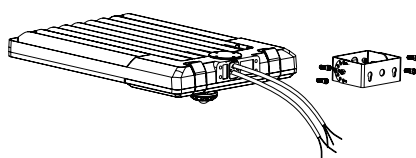

Figure 5
Étape 1 : Retirez les vis de montage du support sur le luminaire et faites passer les fils à travers le support. (Fig. 5)